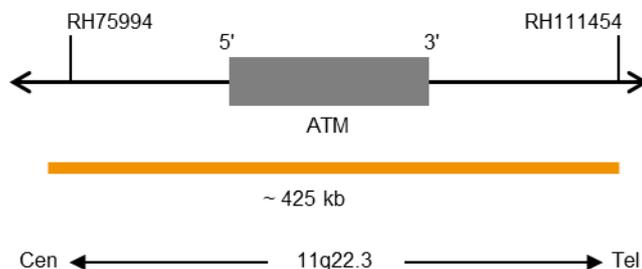

Abb. 1: SPEC ATM Sondenlokalisierung (nicht maßstabsgetreu)
- ZyOrange (Anregung 547 nm/Emission 572 nm) markierten Polynukleotiden (~4,5 ng/μl), die gegen Sequenzen in 11q22.3\* (chr11:107,957,618-108,380,921) gerichtet sind, welche die ATM-Genregion enthalten (siehe Abb. 1).